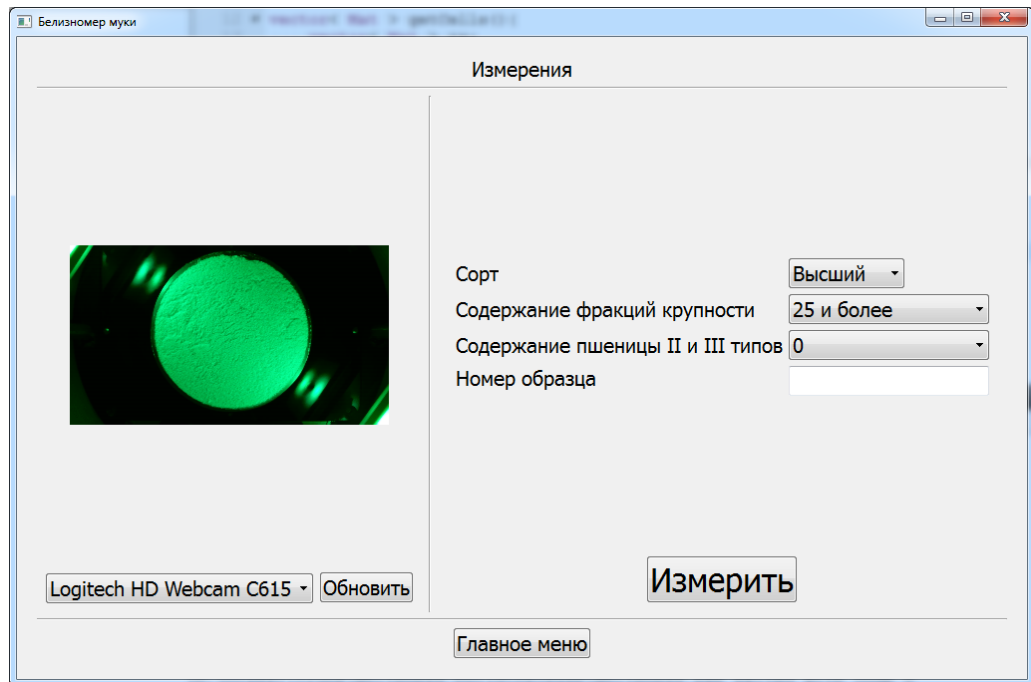

Рисунок 9.6. Подготовка к измерению
4. В правой части экрана необходимо выбрать сорт муки, содержание фракций крупности и содержание пшеницы I и II типов. Эти данные используются для автоматической коррекции результатов согласно ГОСТ 26361-2013. Также есть возможность ввести номер образца (Рисунок 9.6)